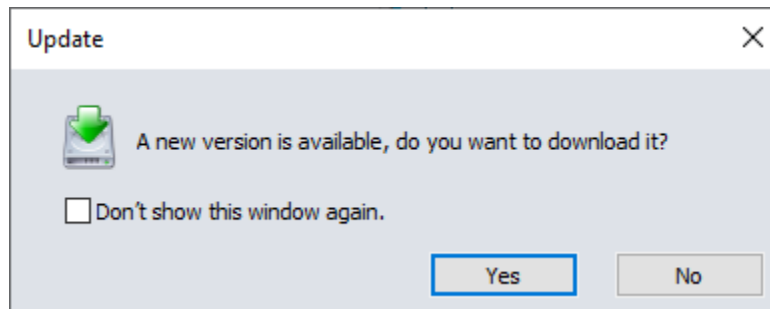

Figure F-1 Message Update (Mise à jour)
- 1) Si une nouvelle version logicielle de PC-Beamage est disponible, le message suivant apparaîtra au démarrage du PC-Beamage, voir Figure F-1